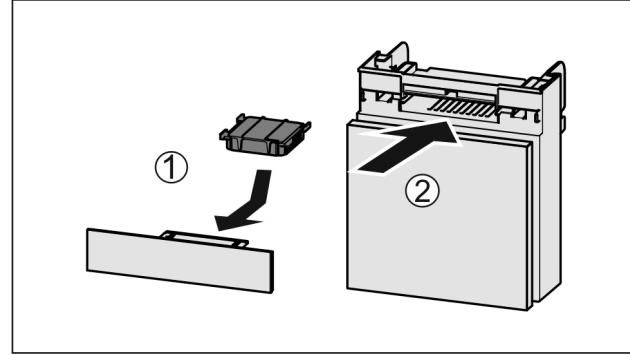

Fig. 77
- Actiefkoolfilter overeenkomstig afbeelding aanbrengen Fig. 77 (1).
► Lade erin schuiven Fig. 77 (2).